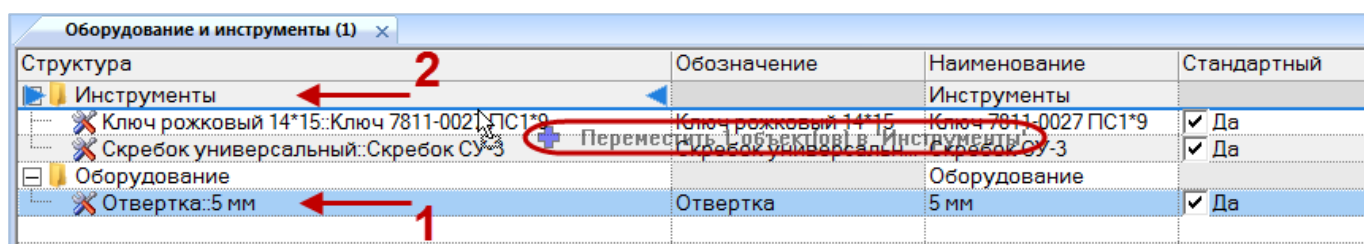

Рис. 9-79 – Перемещение оборудования или инструмента в другую папку справочника
- 2) Выделить оборудование или инструмент в дереве справочника (1 на рис. 9-79). Для выделения нескольких объектов используются клавиши CTRL и SHIFT.
- 3) Удерживая нажатой левую кнопку мыши, переместить выделенное оборудование или инструмент к другой папке справочника (2 на рис. 9-79). Необходимо чтобы папка справочника была выделена в колонке «Структура» стрелками ▶ и ◀.